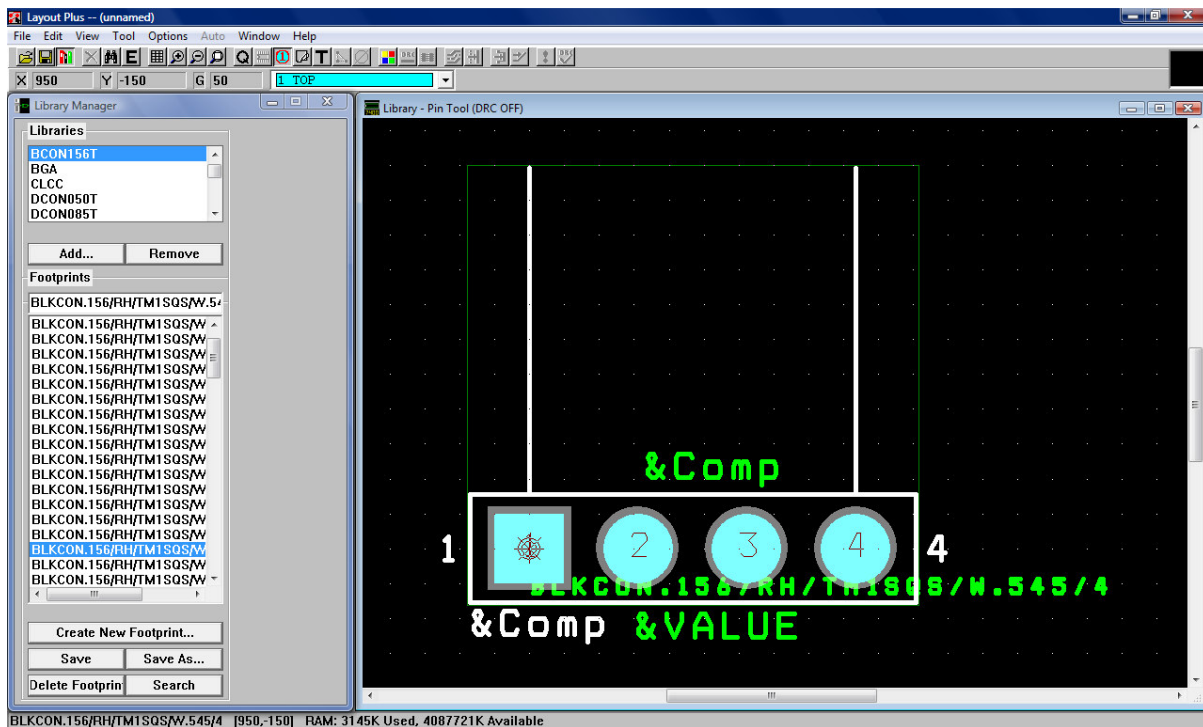

Fig. 14.
- Selectarea amprenței pentru conectorul J1 din Layout Plus (fig. 14):